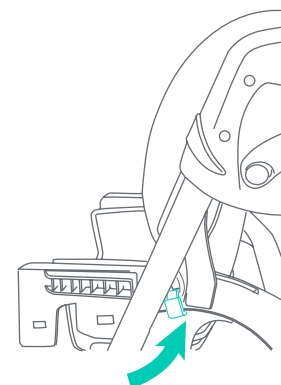
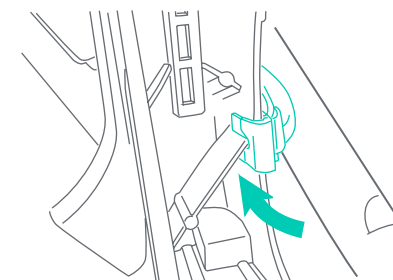

Fig. 9c
Fig. 9d
- Conecta cada gancho de anclaje del la almohadilla del asiento al lado del reposabrazos del asiento (Fig. 9c). Asegúrese de que la ranura del gancho de anclaje se desliza por debajo la división lateral (Fig. 9d).